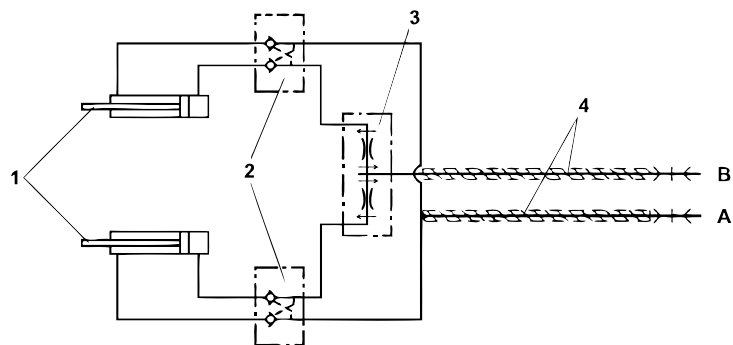

Fig.10
4.5 INSTALACIÓN HIDRÁULICA RODILLOS (Fig. 10)
Los dos cilindros (1 Fig. 10) poseen una válvula de bloqueo automática (2 Fig. 10).
LEYENDA Fig. 10 (Esquema hidráulico de regulación rodillo con dos cilindros hidráulicos)